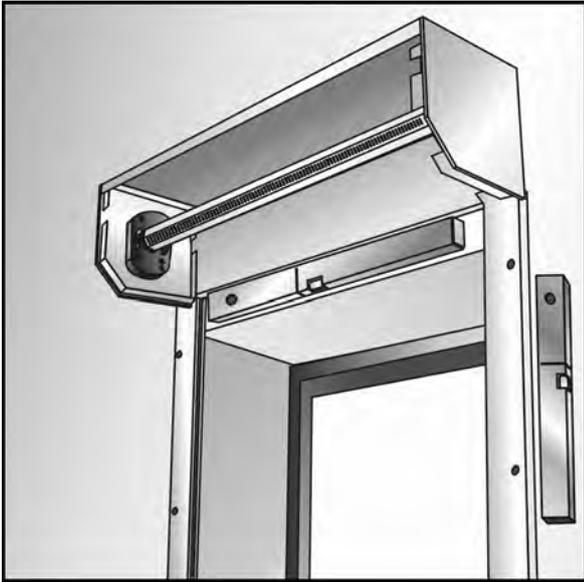

Abb. 2.19
- danach – Führungsschienen senkrecht stellen, Blendenkasten – waagrecht, die gesamte Konstruktion – symmetrisch zur Öffnung (Abb. 2.19).